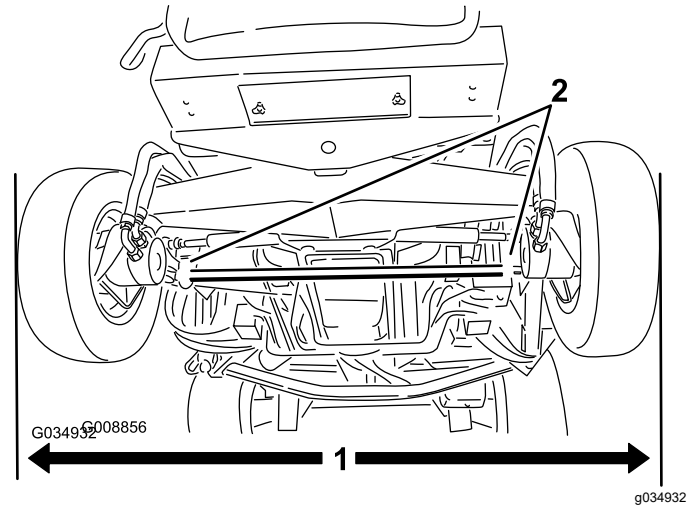

Figure 115
d'essieu) à l'avant et à l'arrière des roues directrices (Figure 115).
2. Pour régler le pincement, desserrez les fixations aux deux extrémités des biellettes (Figure 115).